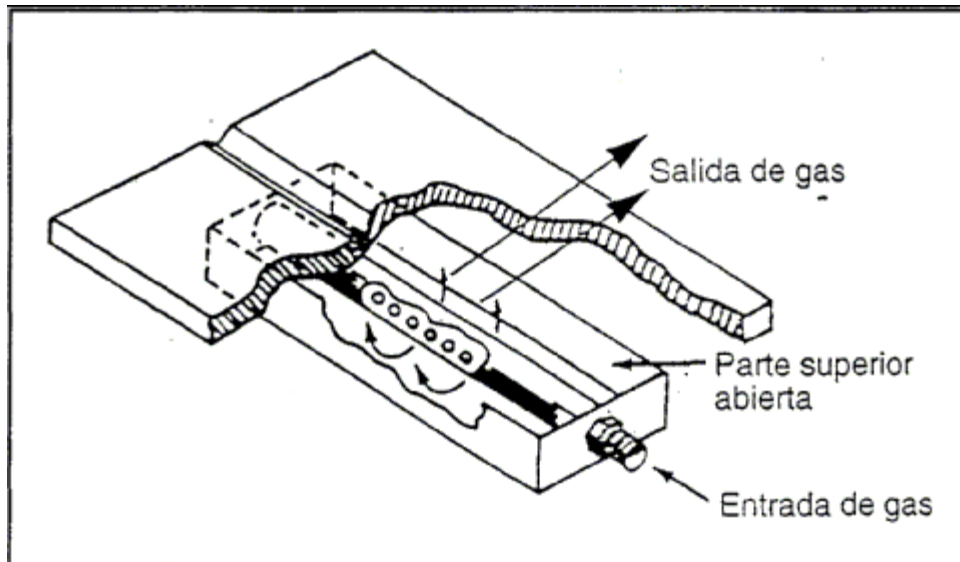

Fig 4: Zapata para gas de respaldo
Los gases más utilizados como respaldo están indicados en la tabla (A); para suministrar el gas de respaldo en el soldeo de chapas se utilizan dispositivos como el de la fig.4.